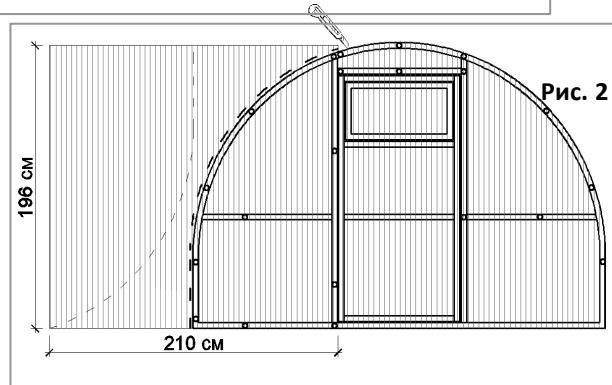

Рис. 2
5.1.3. С втората част от поликарбоната (размер 196x210 см) покрийте оставащата част от членния панел. Закрепете със самонарезни винтове и изрежете равно по дъгата. Оставащият поликарбонат използвайте за покриване на втория член панел, както е показано на рис.2